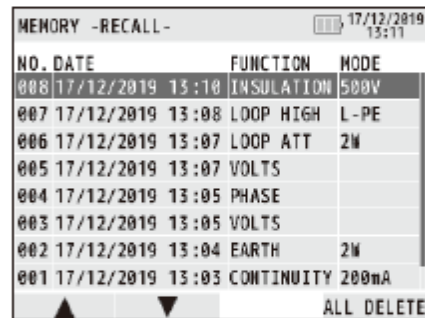

Fig.16-4
(2) Appuyez sur ▲(F1) ou ▼(F2) et sélectionnez les données que vous souhaitez examiner, puis appuyez sur ENTER. (Figure 16-4)
Appuyez sur la touche F4 dans l'état indiqué dans la Figure 16-4 pour effacer toutes les données.